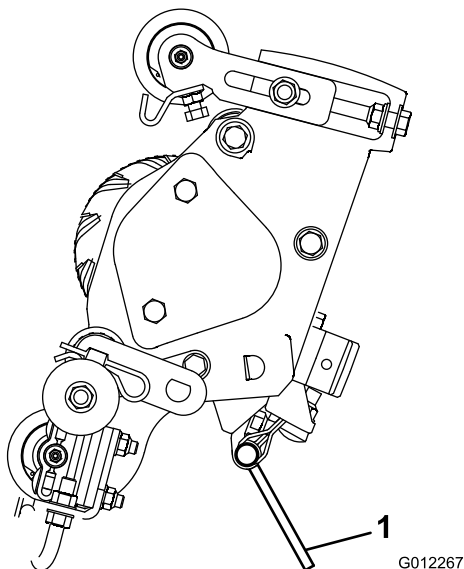

Рисунок 2
**Примечание:** Каждый раз при необходимости обнажения ножей вертикуттера используйте выдвижную стойку (поставляется с тяговым блоком) (Рисунок 2).